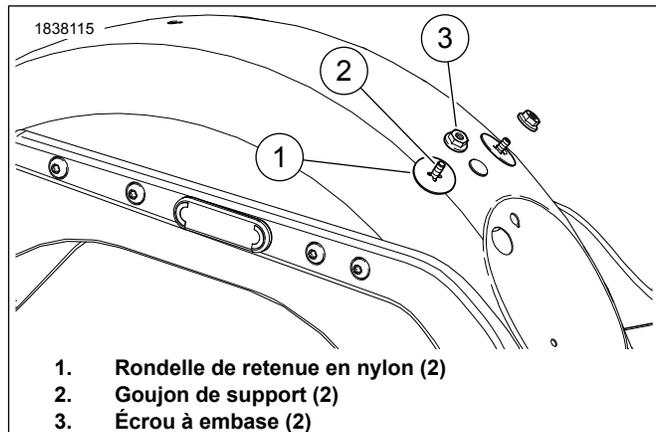

Figure 2. Support de selle cloutée
- Voir la Figure 2. Retirez le support de selle clouté, si la motocyclette en est équipée. Jetez-la.
- Retirez les rondelles de retenue en nylon (1) des goujons du support (2).